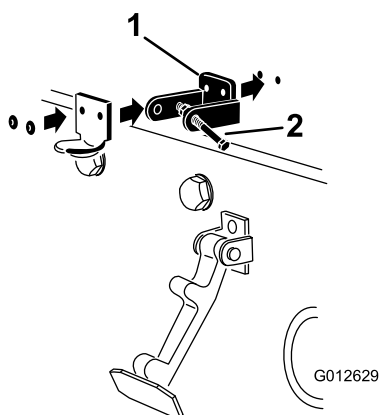

Figura 4
3. Mentre allineate i fori di montaggio, posizionate la staffa di bloccaggio CE e la staffa del fermo del cofano sul cofano (Figura 4).
5. Rivettate le staffe e le rondelle al cofano (Figura 4).